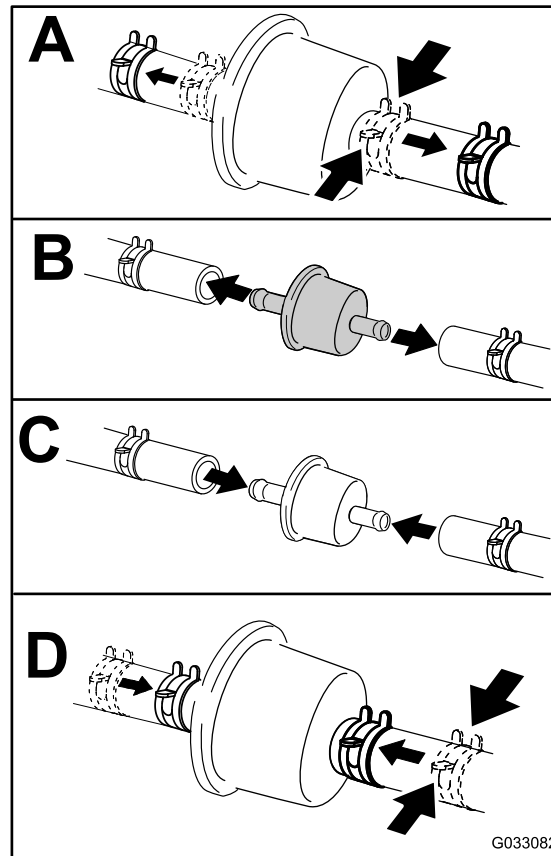

Рисунок 28
3. Замените проходной фильтр (Рисунок 28).